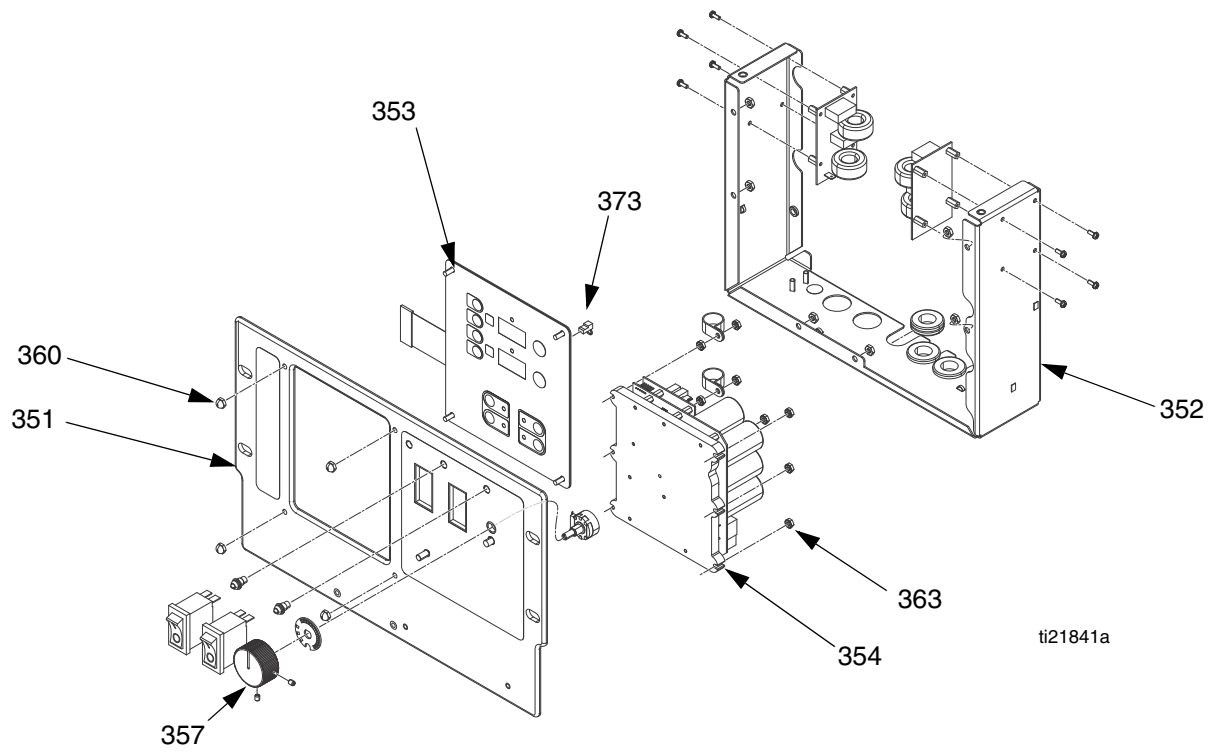

FIG. 10: Pannello di controllo
2. Rimuovere le viti (21) e il coperchio del display (26).
4. Scollegare il cavo principale del display (81) dall'angolo destro superiore del display della temperatura (353). Vedere la FIG. 10.
5. Rimuovere il ponticello (373) dal retro del display (353). Metterlo da parte e installare il ponticello sul nuovo display.
6. Scollegare i cavi a nastro (R) dalla parte posteriore del display, vedere la FIG. 10.
7. Rimuovere i dadi (360) dalla piastra (351).
8. Smontare il display (353), vedere i dettagli in FIG. 10.
9. Rimontare nell'ordine inverso, vedere la FIG. 10. Applicare del sigillante per filettature di media resistenza dove mostrato.
3. Scollegare tutti i cavi e i connettori dalla scheda (354). Fare riferimento alla Tabella 8, pagina 46.
4. Rimuovere i sei dadi (363) e la scheda dalla scheda di controllo (354). Vedere la FIG. 10, pagina 44.